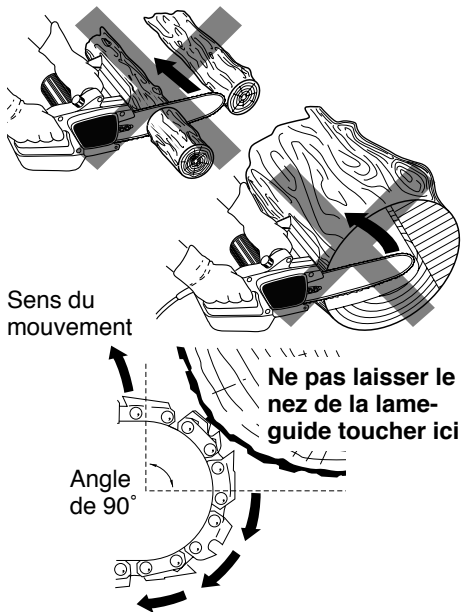

Figure 1 - Exemple du risque de recul. Ne pas laisser le nez de la lame-guide toucher un objet pendant que la chaîne est en mouvement
- Ne pas laisser le nez de la lame-guide toucher quelque chose quand la chaîne est en mouvement. (Voir la figure 1.)